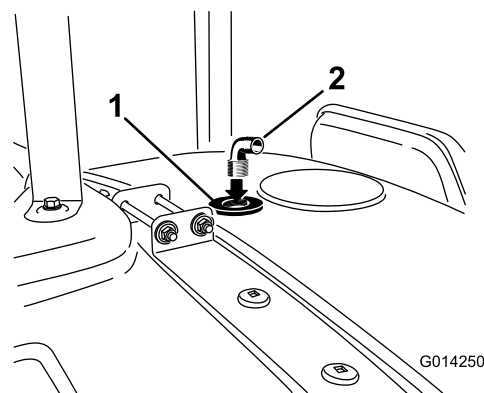

图18
8. 将 90 度接头装入冲洗喷嘴隔板的螺纹孔中（图18）。